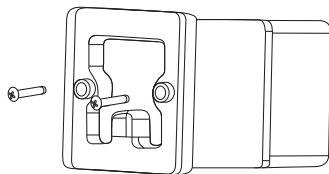

Рис. 11.
3. Пропустите проводку коробки внутри стены через отверстие в задней крышке. Согласно рис. 11, закрепите нижнюю крышку во внутреннем коробе в стене.